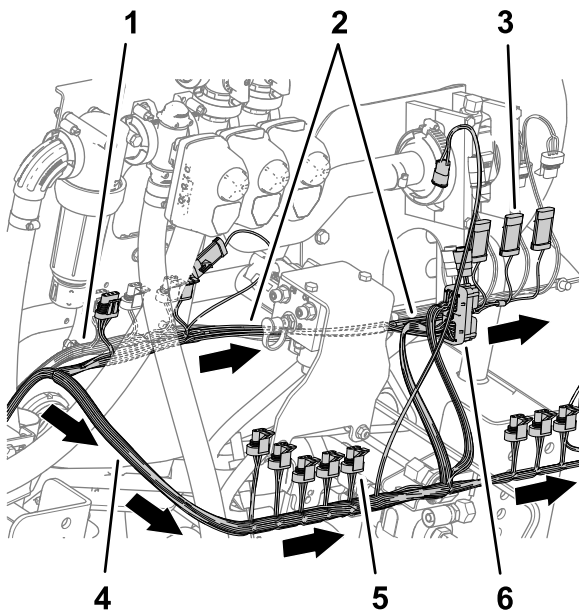

Bild 85
7. Verlegen Sie den 89-cm-Kabelbaumzweig an der Rückseite der Maschine zur Vorderseite des Hubverteilers und rechts vom Durchflussmessgerät, wie in **Bild 85** abgebildet.
8. Verlegen Sie den 102-cm-Kabelbaumzweig zur Rückseite des Hubverteilers und zur rechten Seite, wie in Bild 85 abgebildet.